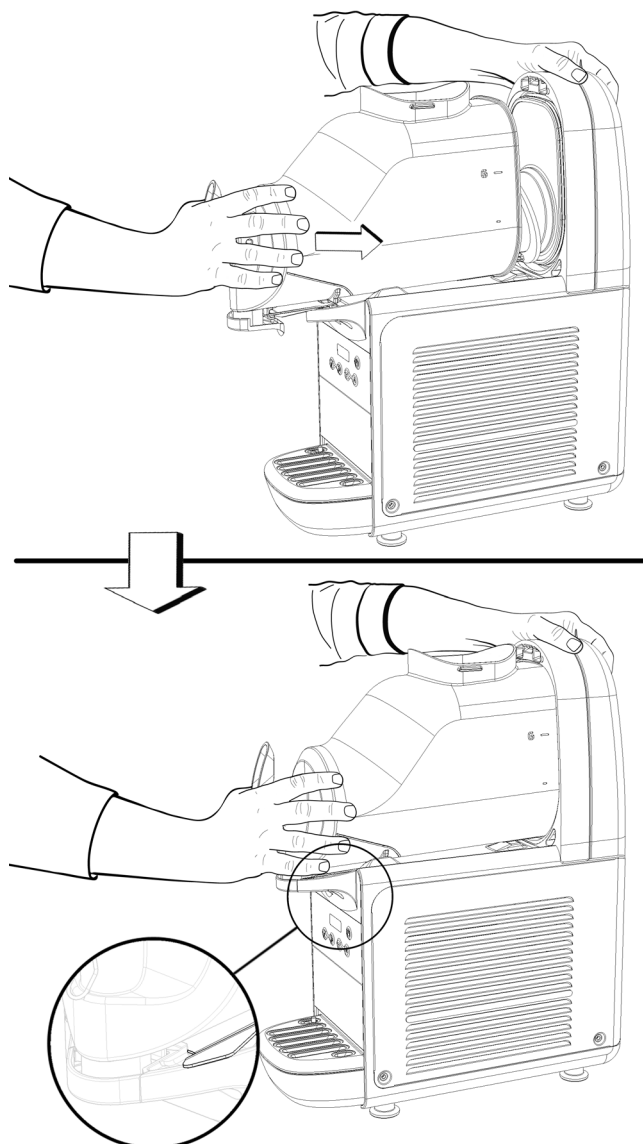

**figure 11**
**5** Remonter le joint hexagonal, suivi du mélangeur (voir figure 11).